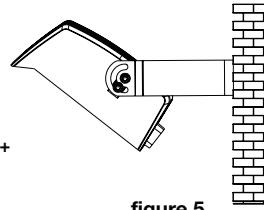

figure 5
Étape 3 : desserrez les vis ; ajustez les angles du luminaire selon votre convenance et resserrez les vis plus tard (figure 5). Conseils : les angles du luminaire sont ajustables.